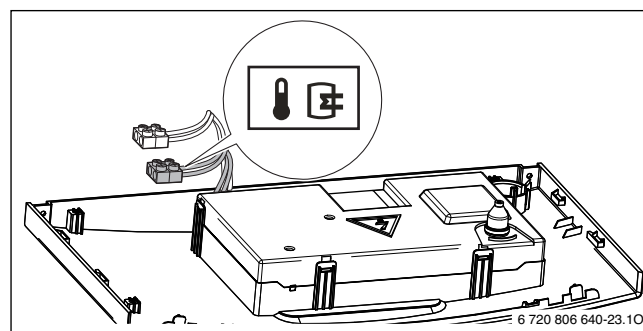

Рис. 15 Подключение датчика температуры
- ▶ Подключите датчик температуры непосредственно к клеммам, обозначенным следующим знаком (→ рис. 15, стр. 21).